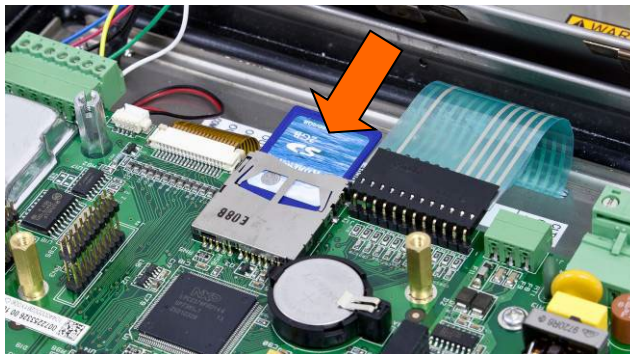

Abbildung 5-14: Einführen der SD-Speicherkarte
1. Unterbrechen Sie die Stromzufuhr zum Terminal, und führen Sie die SD-Speicherkarte ein, wenn sie nicht bereits installiert wurde. Die Position der SD-Speicherkarte entnehmen Sie Abbildung 5-14.
1. Unterbrechen Sie die Stromzufuhr zum Terminal und führen die SD-Speicherkarte ein, wenn sie nicht bereits installiert wurde. Die Position der SD-Speicherkarte entnehmen Sie Abbildung 5-14.